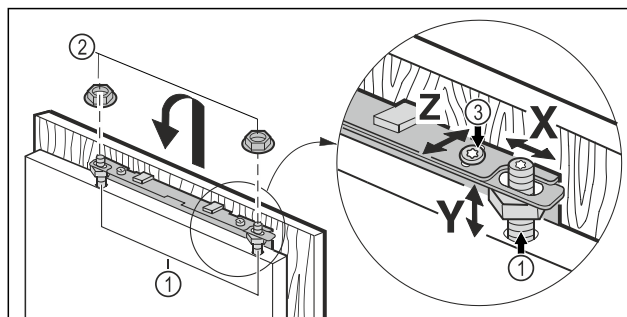

Fig. 46
- ▶ Colgar la puerta del mueble en los pernos de ajuste Fig. 46 (1) y atornillar sin apretar las contratuercas Fig. 46 (2) en los pernos de ajuste.
- ▶ Alinear la altura Y y la inclinación lateral de la puerta del mueble: Ajustar los pernos de ajuste Fig. 46 (1) con un destornillador.
- ▶ Apretar la contratuerca Fig. 46 (3).